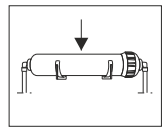

Bild. 10
- 5) Kartusche in den Montageclips fixieren (Bild 10).